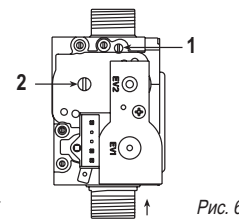

Рис. 6
- 2) Полностью откройте задвижку газового клапана (1, рис. 6)
- 3) Используя винт баллашировки газоз-воздушной смеси на газовом клапане (2 рис. 6) настройте перепад давления (мм H2O) в соответствии с таблицей:
- 4) Используя задвижку газового клапана (1 рис. 6) настройте перепад давления (мм H2O) в соответствии с таблицей:
- Для корректировки содержания CO2 на минимальной мощности котла, используйте винт баллашировки газоз-воздушной смеси (2, рис. 6).
- Для корректировки содержания CO2 на максимальной мощности котла, используйте задвижку газового клапана (1, рис. 6).